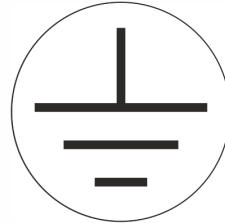

Abbildung 2.17 Symbol für Schutzleiter
5. Die drei Netzleiter (L1, L2, L3) und den Schutzleiter (PE) entsprechend den Markierungen an die Klemmenleiste anschließen. Der Schutzleiter wird mit dem in Abbildung 2.17 abgebildeten Symbol gekennzeichnet.